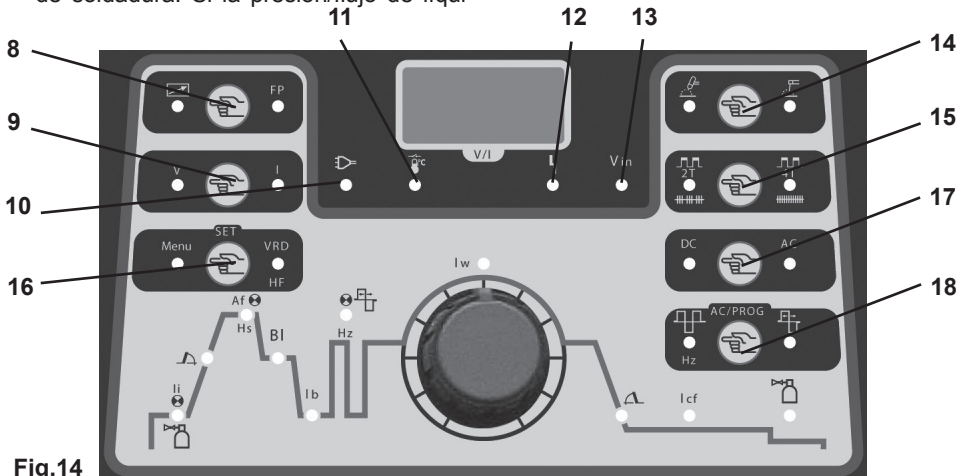

Fig.14
**PANEL DE AJUSTE Y CONTROL DE LOS PARÁMETROS DE SOLDADURA (FIG.14)**
**⚠** Atn.: con el equipo en configuración H2O, pulsando este botón 5 segundos, el led rojo encendido empieza a parpadear y la pantalla (pos.3) muestra durante unos segundos la palabra H2O. Después se activa el control de funcionamiento del circuito hidráulico de refrigeración de la antorcha de soldadura. Si la presión/flujo de líquido